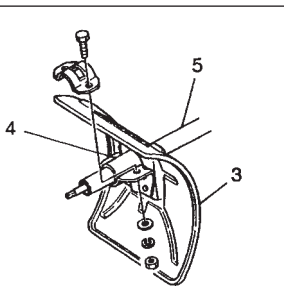

Fig. 2
- 1) Install safety cover (3) and the collar (4) of Mini-culti by inserting onto shaft pipe (5) and fix it temporarily keeping the model name on the cover upright. (Fig. 2)
- 1) Schieben Sie das Schutzschild (3) und die Manschette (4) des Mini-culti auf die Achse (5) und befestigen das Schutzschild temporär so, dass der Modellname nach oben zeigt. (Fig. 2)
- 1) Installer la plaque de sécurité (3) et le collier (4) du mini-motoculteur en l'insérant sur le tuyau d'arbre (5) et l'assujettir provisoirement tandis qu'on maintient verticalement le nom du modèle sur la plaque. (Fig. 2)